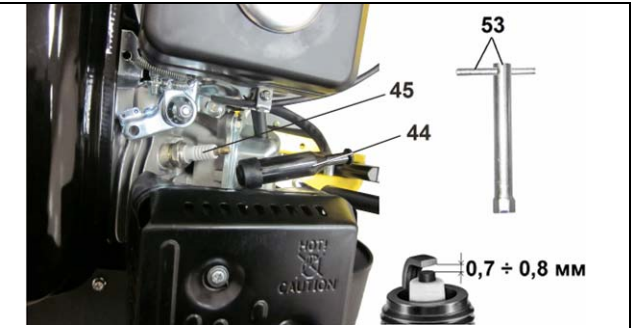

Рис.18
- свечным ключом с воротком (53) выкрутите свечу зажигания (45), Рис.18.
10.5. Проверьте состояние свечи зажигания (45). Проверьте зазор между электродами, при необходимости отрегулируйте, Рис.18.